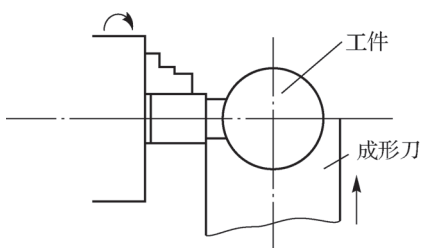

图 1-12 成形法加工
(1) 轨迹法。轨迹法也称刀尖轨迹法,是依靠刀尖的运动轨迹获得形状精度的方法,具体指让刀具相对于工件做有规律的运动,以其刀尖轨迹获得所要求的表面几何形状。刀尖的运动轨迹取决于刀具和工件的相对成形运动,因而所获得的形状精度取决于成形运动的精度。数控车床、数控铣床,普通车削、铣削、刨削和磨削等均属轨迹法。
(2) 成形法。利用成形刀具对工件进行加工的方法称为成形法,如图 1-12 所示。用成形刀具取代普通刀具,成形刀具的切削刃就是工件外形。成形刀具替代一个成形运动。成形法可以简化机床或切削运动,提高生产率。成形法所获得的形状精度取决于成形刀具的形状精度和其他成形运动的精度。